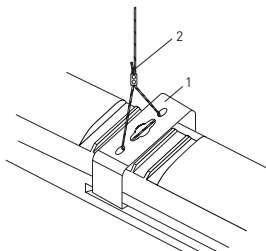

Рисунок 4
6.4.3 Монтаж светильника на подвесах (рисунок 4) производить при помощи скоб монтажных 1, входящих в комплект изделия, и тросов 2 (тросы в комплект не входят).